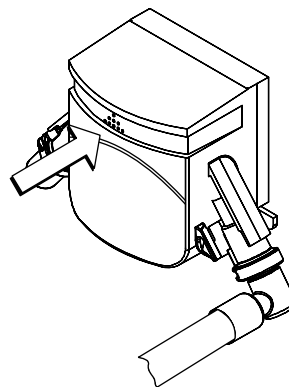

Figura 67
12. Abra a bomba empurrando a tampa articulada para cima. (Veja a seta na Figura 67.)